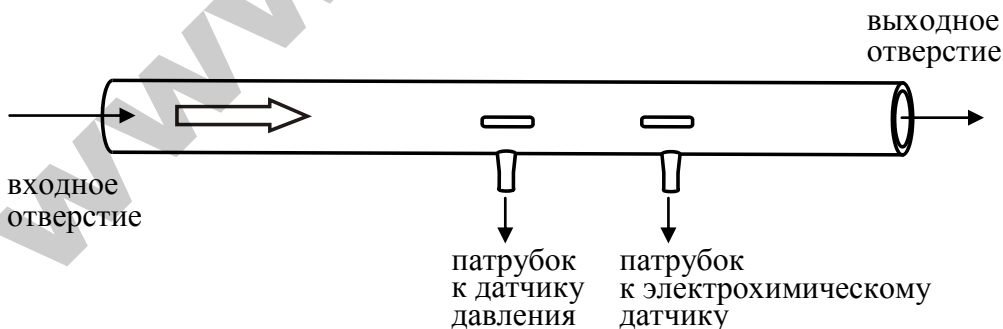

Рисунок 2 – Мундштук
Специальная форма мундштука (рисунок 2) обеспечивает избыточное давление воздуха на входе заборной системы анализатора во время выдоха и тем самым обеспечивает возможность контроля расхода и объема выдыхаемого воздуха. Мундштук имеет два патрубка для входных портов анализатора.
2.7.7 Обследуемому лицу следует дуть во входное отверстие мундштука (рисунок 2).